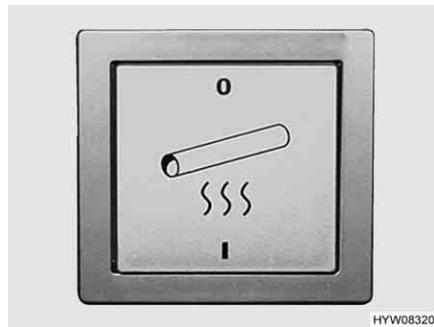

Fig. 123 Interruttore per il riscaldamento elettrico del tubo acque grigie
- Portare l'interruttore a bilico (Fig. 123) in posizione "I".
- Portare l'interruttore a bilico (Fig. 123) in posizione "0".